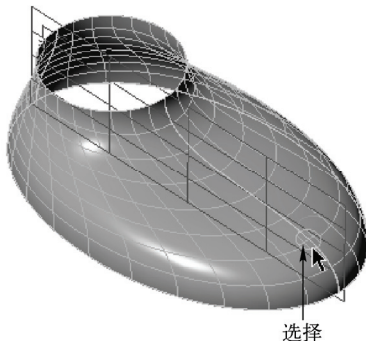

图 9-16 选择合适的曲线
STEP 06 按住〈Ctrl〉键的同时，依次在模型上选择合适的曲线，如图 9-16 所示。